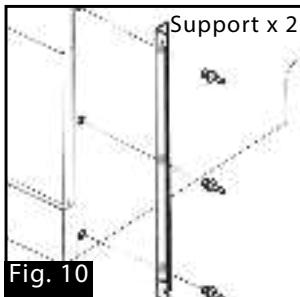
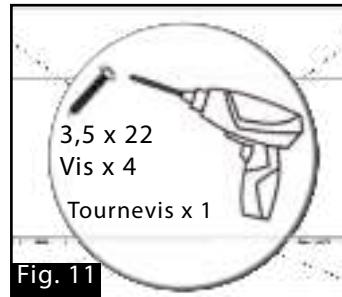

Fig. 10
Fig. 11
2. À l'aide du tournevis approprié, fixer solidement le lave-vaisselle à l'armoire (Fig. 10 et Fig. 11). Vous devez vérifier ces éléments une fois l'installation terminée :